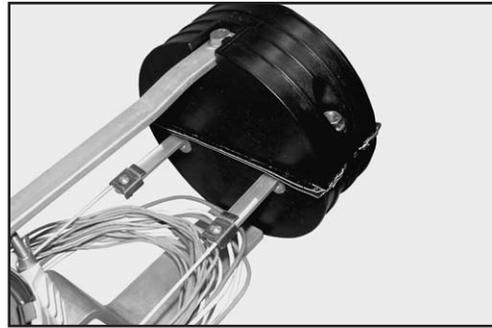

Figura 38
8.5 El elemento de tracción debe quedar retenido en el soporte “L” del cabezal lateral posicionado del lado opuesto de la entrada del cable (Figura 38).